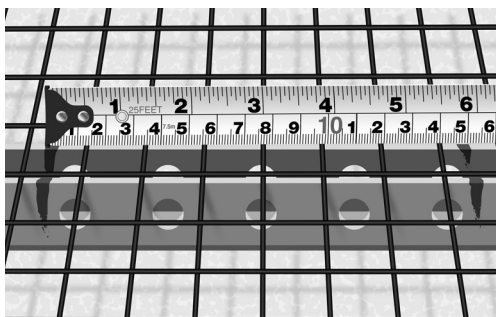

Fig. 15. Markera CC-avståndet på hönsnätet
4. Markera det beräknade CC-avståndet på hönsnätet (Fig. 15). Värmekabeln måste läggas parallellt med regelkonstruktionen.